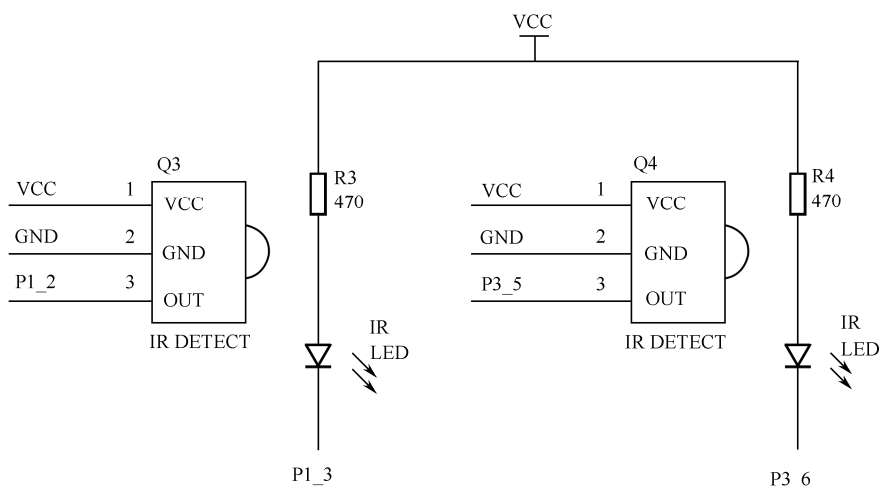
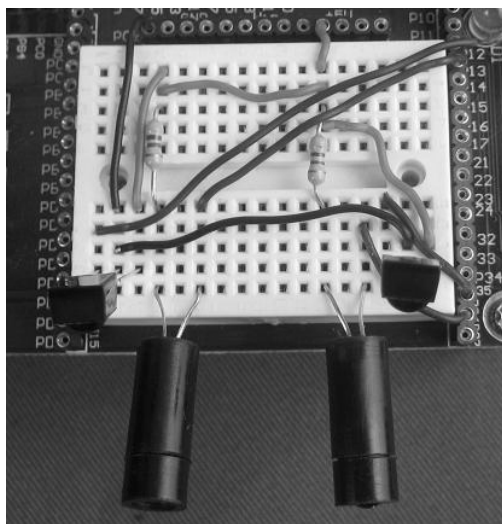

图 6-3 右侧和左侧 IR 组原理图
图 6-4 左右 IR 组实物参考图
- (1) 断开主板和伺服系统的电源；
- (2) 在教学板上建立如图 6-3 所示的电路，可参考实物连接图，如图 6-4 所示。